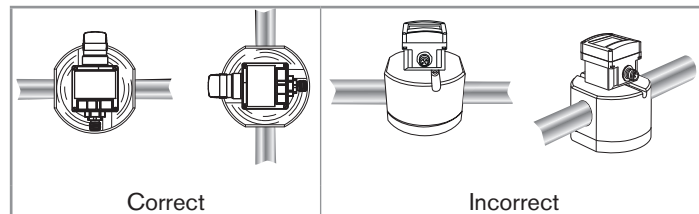

Fig. 4 : L'axe des roues ovales doit être horizontal
- les axes des roues ovales se trouvent dans le plan horizontal, comme l'indique la Fig. 4.